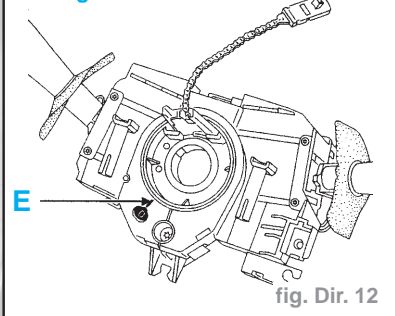

fig. Dir. 12
- en vérifiant que le repère "O" du contact tournant est bien positionné en face de l'index fixe (E) (fig. Dir. 12 ou 13)